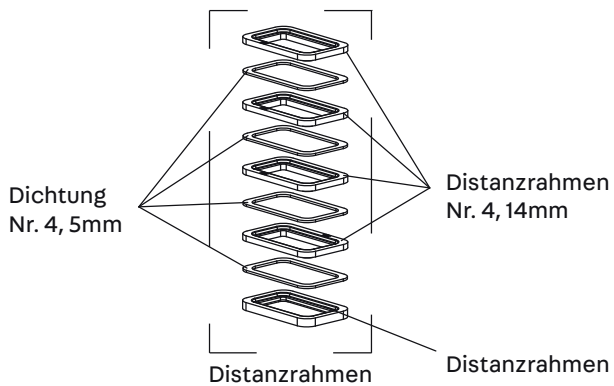

Abbildung 5-1
5. Vor der Installation der Luftkanal-Baugruppe der Inneneinheit der Wohnmobil-Klimaanlage muss die Distanzrahmen-Baugruppe je nach der Dicke des Fahrzeugdaches zusammengesetzt werden. Verwenden Sie nach der simulierten Installation eine angemessene Menge der Dichtung- und Distanzrahmen-Baugruppe. Kleben Sie die Dichtung- und Distanzrahmen-Baugruppe mit doppelseitigem Klebeband fest (vom Benutzer vorbereitet) (siehe Abb. 5-1, 5-2).